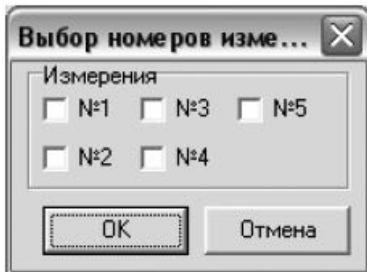

Рис.6.7.7 Диалоговое окно сохранения измерений
6.7.5.5 Нажать кнопку «Сохранить измерения на компьютере». В появившемся диалоговом окне (см. Рис. 6.7.7) выбрать номера измерений для сохранения их в ПК и нажать кнопку «OK».